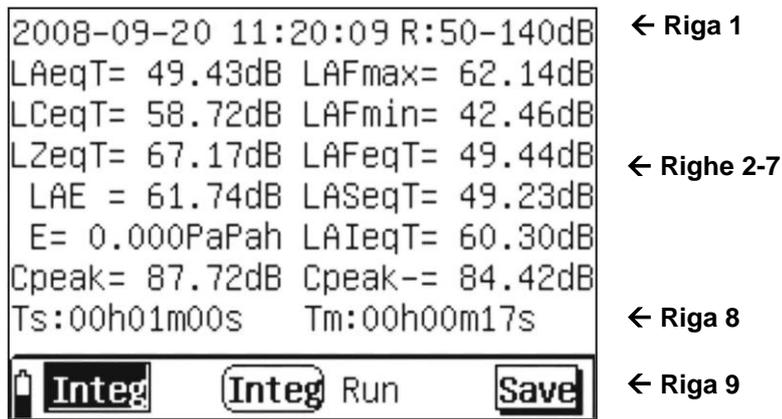

Fig. 21: Videata valori integrati analisi Integral
5. Premere il tasto per attivare la misura di integrazione. Lo strumento mostra automaticamente la videata dei valori integrati (vedere Fig. 21) e il messaggio "Run" appare a display